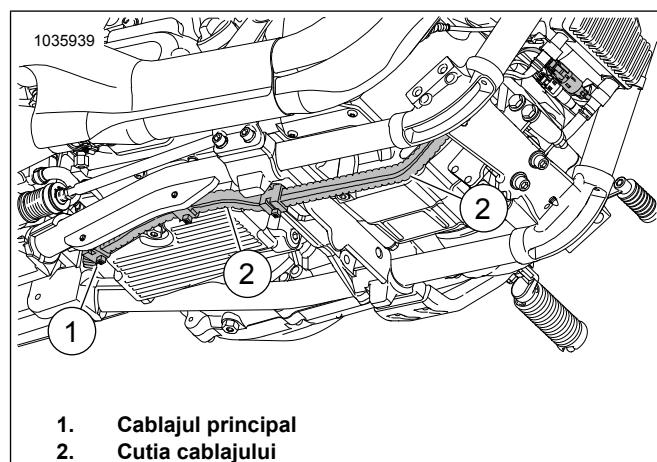

Figura 44. Cutia cablajului
14. Consultați Figura 44. **Senzor oxigen față (bornă cablaj lungă):**
- b. Localizați cablajul principal (1) care duce la cutia cablajului (2).
- c. Direcționați cablajul de-a lungul cutiei cablajului principal (2) către conectorul senzorului de oxigen față.
- e. Fixați cablajul la partea interioară a cutiei cablajului (2) cu curele pentru cabluri dacă este necesar.